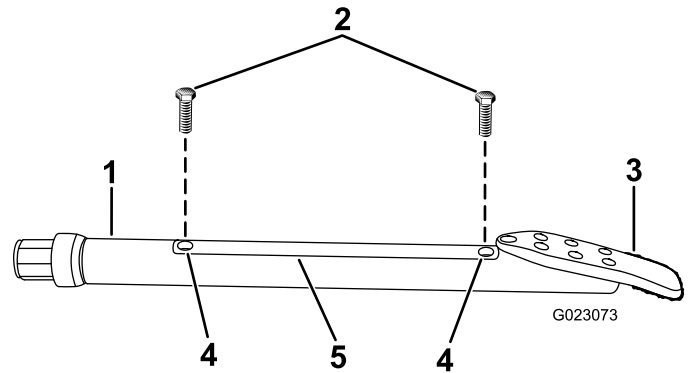

Bild 38
2. Lösen Sie die Schrauben, mit denen die Gehäuseabdeckung befestigt ist, und nehmen Sie die Abdeckung ab (Bild 38).
4. Montieren Sie den Deckel und befestigen Sie ihn mit den Schrauben (Bild 38).